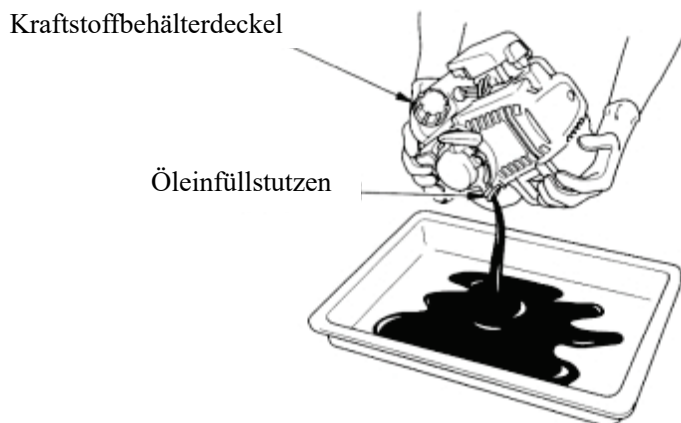

Abb. 11
- c. Entfernen Sie den Ölstandmesser, halten Sie den Motor mit dem Öleinfüllstutzen nach unten und lassen Sie das Motoröl in den Behälter ab, wie in Abb. 11 dargestellt.